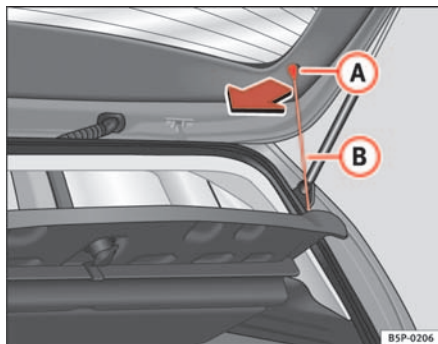

Abb. 120 Hutablage
- Die Streben $\Rightarrow$ Abb. 120 **B** aus den Aufnahmen **A** aushängen